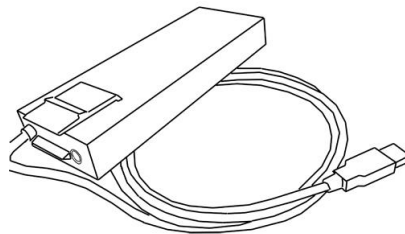

Fig. 1
*RESCUE SAM* este livrat cu un adaptor special (Fig. 1), dotat cu un cablu USB și adaptor de alimentare. Acest modul de interfață permite încărcarea defibrilatorului numai în timpul descărcării datelor din memoria internă a dispozitivului.